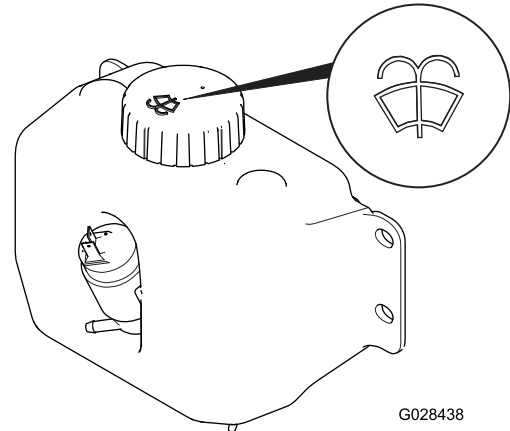

Рисунок 53
2. Откройте капот и найдите бачок стеклоомывателя (**Рисунок 53**).